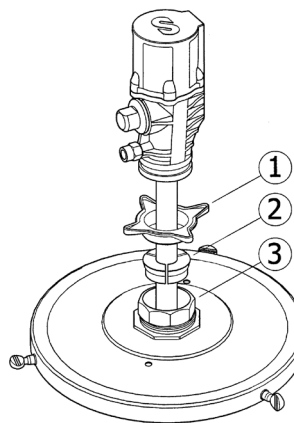

Рис. 2
Данные насосы должны устанавливаться на емкостях, закрываемых крышками, которые снабжаются пробкой 2». Ослабить звездообразную гайку (1) переходника пробки, чтобы снять нижнюю гайку, и ввернуть ее в отверстие крышки, отведенное под пробку 2». Закрепить на всасывающем патрубке звездообразную гайку (1) и три зажима (2). Опустить насос через отверстие и закрепить его на требуемой высоте (рис. 2). Закрепить крышку на емкости.